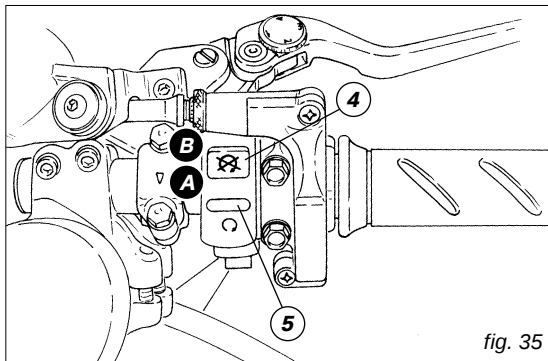

fig. 35
Verificare che l'interruttore (4, fig. 35) del commutatore sia sulla posizione (A).